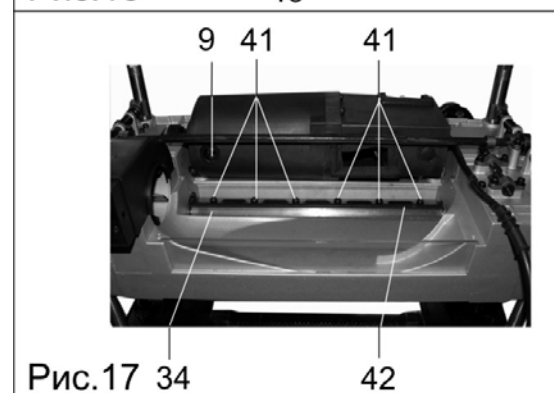

Рис.17
13.6. Своевременно заменяйте щётки двигателя. Заменяйте угольные щетки, когда они изношены до 4,8 мм их длины. Щетки необходимо менять парами: для этого необходимо выкрутить два щёткодержателя (9), Рис. 17,18,20.